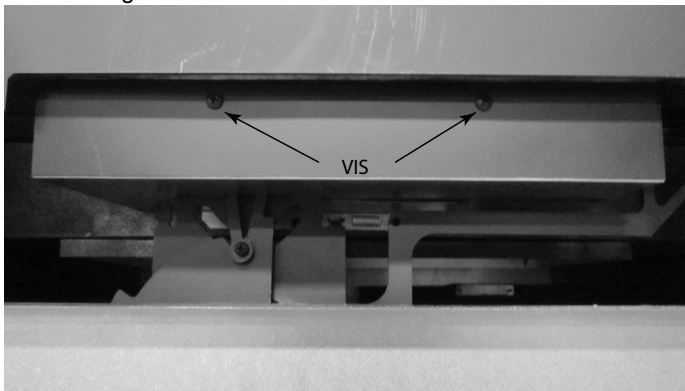

Figure 4.37 Couvercle de la chambre de distribution
14. Remettez le couvercle de la chambre à air en place. Voir la figure 4.37.